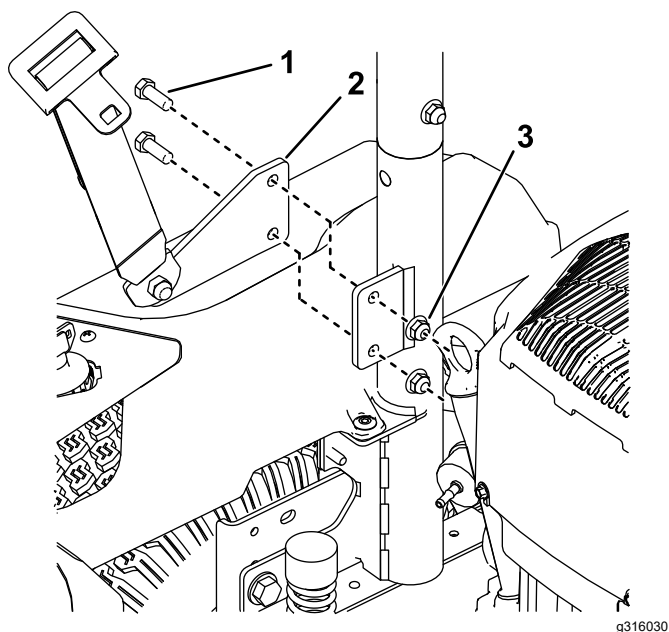

Figura 10
2. Instale las placas de enganche del cinturón de seguridad en el exterior de los soportes del ROPS (Figura 10).
4. Instale el soporte del carenado izquierdo en el bastidor de la máquina usando 2 tornillos autorroscantes ($\frac{5}{16}$ " x $\frac{3}{4}$ "), como se muestra en la Figura 10.